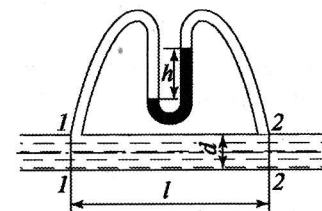

Рис. 5.5
**Задача 5.5** Через трубопровод диаметром  $d = 100$  мм движется вода с расходом  $Q = 8$  л/с (рис. 5.5). С помощью U-образного ртутного манометра между сечениями 1-1 и 2-2, расположенными на расстоянии  $l = 50$  м друг от друга, берется разность показаний  $h = 52$  мм. Относительная плотность ртути  $\delta = 13,6$ . Определить коэффициент потери напора на трение  $\lambda$ .